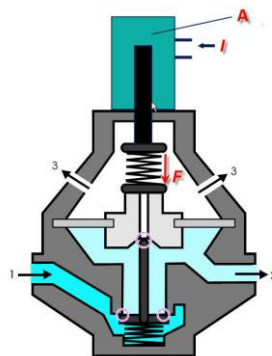

Fig. 5
In een proportioneel drukregelventiel (Fig.5) wordt de manuele instelling vervangen door een proportionele spoel (A). De uitgangsdruk van dat ventiel is proportioneel met de kracht (F) die door de proportionele spoel